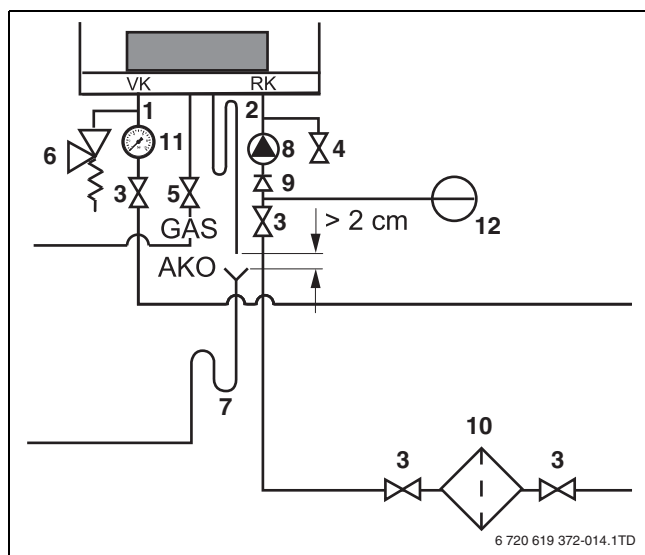

Bild 20 Vor- und Rücklauf anschließen
- Vorlaufrohr mit eingelegter flacher Gummidichtung spannungsfrei am Anschluss VK (Vorlauf Kessel) (→ Bild 20, [1]) montieren. Vorlaufrohr mit minimalem Durchmesser von 1½" verwenden.
- Rücklaufrohr mit eingelegter flacher Gummidichtung spannungsfrei am Anschluss RK (Rücklauf Kessel) (→ Bild 20, [2]) montieren. Rücklaufrohr mit minimalem Durchmesser von 1½" verwenden.
- Für die Wartung und Instandhaltung des Geräts in den Vor- und Rücklauf je einen Wartungshahn (→ Bild 20, [3]) einbauen. Wartungshähne mit minimalem Durchmesser von 1½" verwenden.
- Ein 3-bar-Sicherheitsventil (→ Bild 20, [6]) mit minimaler Durchlass von 1" in das Vorlaufrohr einbauen. Sicherstellen, dass das Sicherheitsventil immer zwischen Gerät und Wartungshahn angeschlossen wird. Dadurch steht das Gerät auch bei geschlossenen Wartungshähnen in Verbindung mit dem Sicherheitsventil.
- Manometer in das Vorlaufrohr zwischen dem Gerät und dem Wartungshahn montieren (→ Bild 20, [11]).
- Die Pumpe (→ Bild 20, [6]) in dem Rücklaufrohr montieren (→ Bild 20, [2]).
- Einen Füll- und Entleerhahn (→ Bild 20, [4]) in dem Rücklaufrohr anschließen.
- Ausdehnungsgefäß im Rücklauf Kessel (RK) anschließen. Wenn eine Weiche vorhanden ist: Ausdehnungsgefäß [1] an der sekundären Seite der Weiche im Rücklauf anschließen.